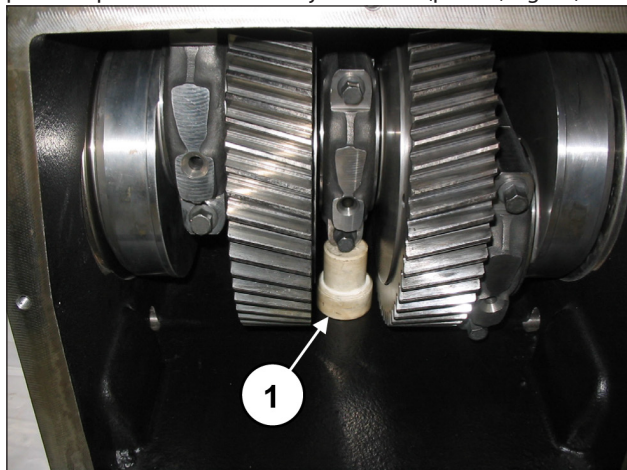

Fig. 12
Introducir un espesor debajo del cilindro de la biela central para bloquear la rotación del eje acodado (pos. ①, Fig. 12).